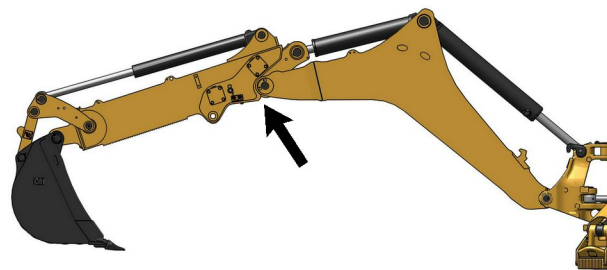

Ilustración 247
- b. Afloje los dos pernos (3) que sujetan el taco de desgaste superior (1) en su lugar.
- c. Afloje el tornillo de ajuste (2) dos giros.
- e. Regrese la máquina a la posición que se muestra en la Ilustración 247.
- g. Después de ajustar el espacio libre, apriete los pernos (3) para sujetar el taco de desgaste superior.
- i. Cuando la separación sea correcta, aplique 154 - 9731 Thread Lock Compound a ambos pernos (3).
- j. Apriete los pernos (3) a un par de $100 \pm 20 \text{ N}\cdot\text{m}$ ($74 \pm 15 \text{ lb ft}$).
- a. Afloje los dos pernos (3) que sujetan el taco de desgaste superior (1) en su lugar.